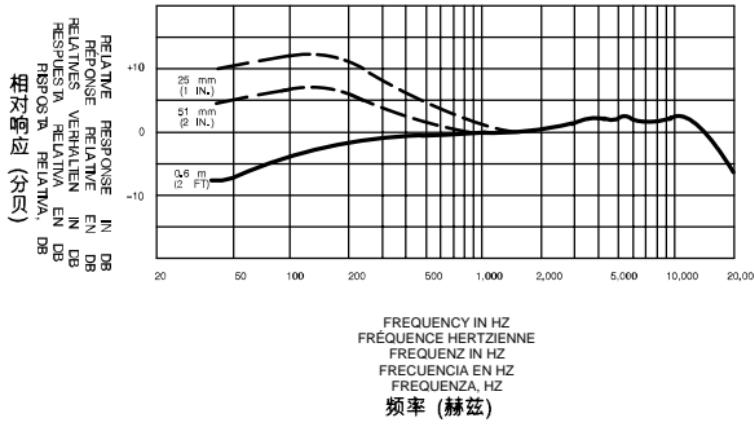

FIGURE 2 · ABBILDUNG 2 · FIGURA 2
5. Die Plazierung des Mikrofons in der Nähe der Schallquelle verbessert das Baßverhalten (Abbildung 2). Dieses Phänomen ist als Naheffekt bekannt und kann zur Erreichung eines volleren Tons und zur Änderung der Baßausgabe eines Instrumentes ohne Verwendung der Klangregler eingesetzt werden. Der Naheffekt ist vor allem für Gesangsstimmen bei leisen Passagen vorteilhaft, bei denen eine Hervorhebung benötigt wird.
40...18 000 Hz (siehe Abb. 2)